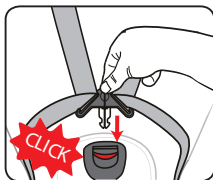

Fig. 2
Paso 2. Regule la silla y colóquela en la posición de máxima inclinación, hasta que vea la anilla de bloqueo de la correa situada en la parte inferior de la silla de coche. Ahora podrá extraer la correa inguinal girando la anilla y sacando la correa inguinal, dotada de anilla, a través de la ranura (imagen 2).